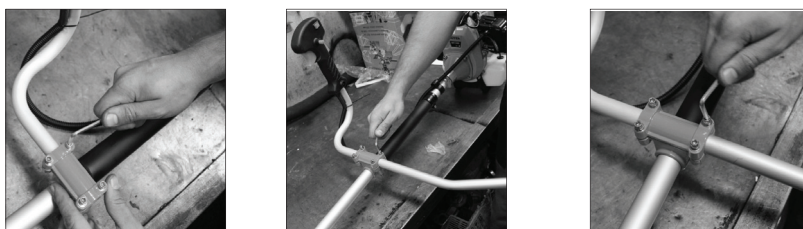

рис. 5
- Затяните фиксирующие винты шестигранным ключом. (рис. 5)